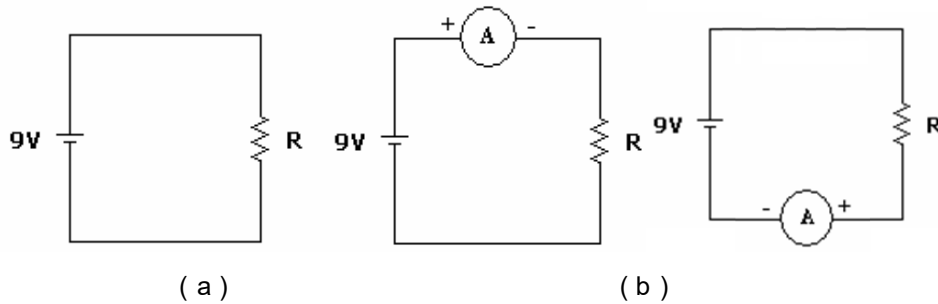

Figura 1 – Medindo a corrente de um resistor (a) circuito sem multímetro (b) amperímetro inserido
- 2) Para cada um dos resistores da tabela 1 monte o circuito como indicado na Figura 1.